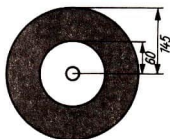

Bild 16
- 2.44 Bei einer großen Schallplatte ( $33 \text{ min}^{-1}$ ) hat das Rillengebiet die im Bild 16 gegebenen Abmessungen. Auf die Strecke von einem Millimeter in radialer Richtung kommen 10 Durchgänge der spiralförmig angeordneten Rille. Berechnen Sie 1. die Spieldauer der Schallplatte, 2. den Bereich, in dem die Abtastgeschwindigkeit während des Abspielens der Schallplatte variiert, 3. die Länge der Rille.